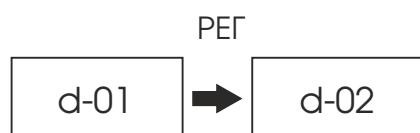

Рисунок 7. Настройка длительности сигнала тревоги.
- После ввода пароля следует переход в режим настройки длительности сигнала тревоги: «d-01» означает длительность сигнала 1 секунду, «d-02» - 2 секунды, «d-03» - 3 секунды. Используйте кнопку «РЕГ» для изменения значения длительности сигнала тревоги и кнопку «ВВОД» подтверждения выбранного значения как показано на рис. 7.